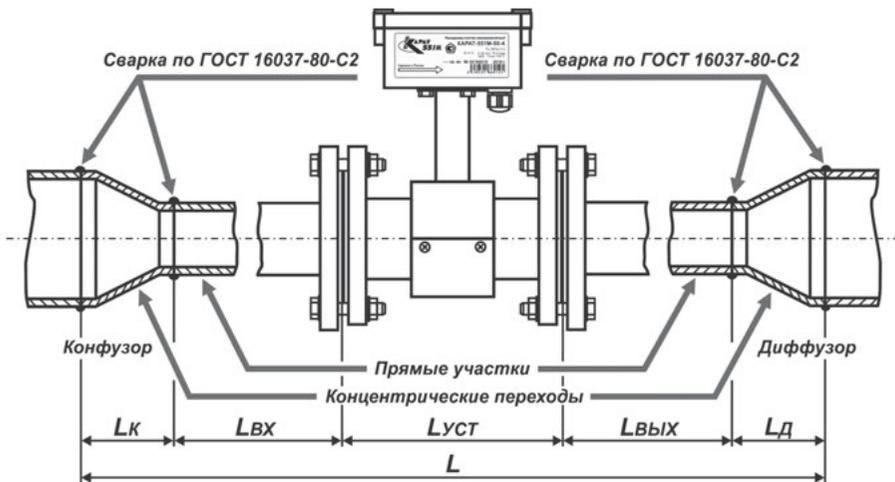

Рисунок 3.4 – Монтаж расходомера с врезкой прямых участков
Монтаж расходомера с врезкой в трубопровод прямых участков, рисунок 3.4, рекомендуется проводить в следующей последовательности:
- приварить концентрические переходы (конфузор и диффузор) к прямым участкам L_{vx} и L_{vix} , смотрите рисунок 3.4;
- вставить полученную сборку в трубопровод и произвести ее сварку с трубопроводом, рисунок 3.4;